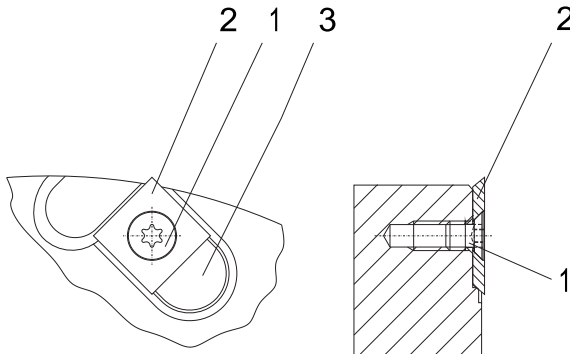

Abb. 5
(s. Abb. 5 und 6)
2. Schraube (1) mit Torxschlüssel lösen und vollständig aus dem Messersitz entfernen.
3. Vorschneider (2) aus der Messeraufnahme entnehmen.
4. Messerauflage (3) und alle dazugehörigen Einzelteile reinigen. Darauf achten, dass alle Spannflächen frei von Verschmutzung, Öl, Fett und Wasser sind.
5. Gewendeten oder neuen Vorschneider präzise einsetzen (s. Abb. 5 und 6).